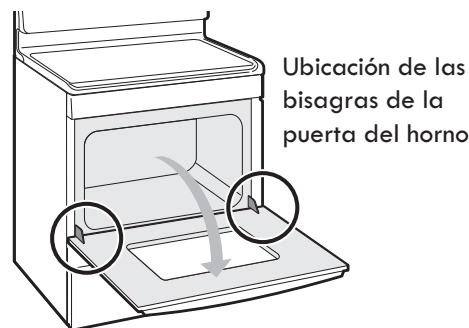

Figura 15: ubicación de las bisagras de la puerta
1. Abra completamente la puerta del horno, dejándola horizontal con el piso (vea la figura 15).
3. Abra completamente la puerta del horno, dejándola horizontal en relación con el piso (vea la figura 15).